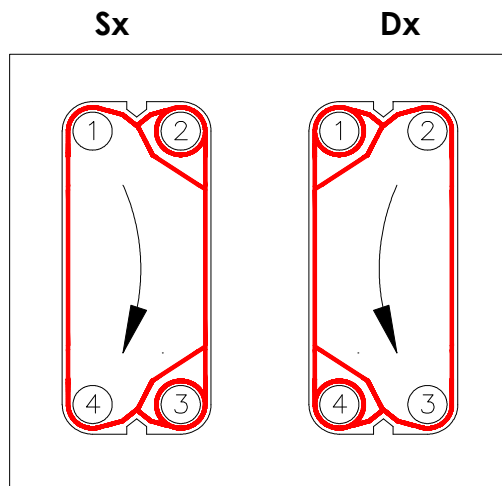

Fig. 15
- Sulle piastre destre il fluido scorre dalla connessione 2 alla 3 o al contrario dalla 3 alla 2 (Fig. 15).
- Sulle piastre sinistre il flusso va da 1 a 4 oppure da 4 a 1 (Fig. 15).